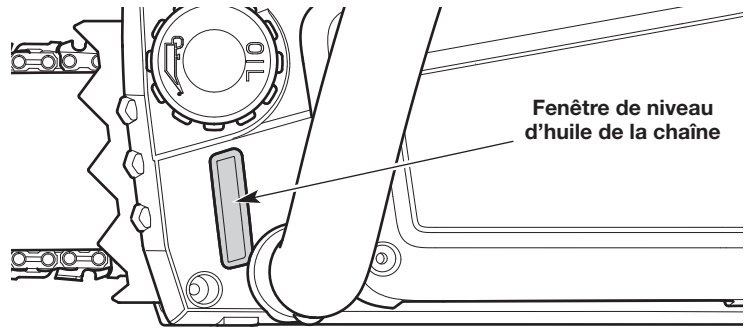

Fig. 36
1. Posez l'appareil sur une surface plane. Placez l'unité en position verticale (Fig. 36).
2. Regardez dans la fenêtre de niveau d'huile de la chaîne. Le niveau d'huile doit remplir la fenêtre au moins à mi-chemin (Fig. 36). Si le niveau d'huile est trop bas, ajoutez de l'huile à guide et chaîne. Se reporter à la section *Remplissage du réservoir d'huile de la chaîne*.